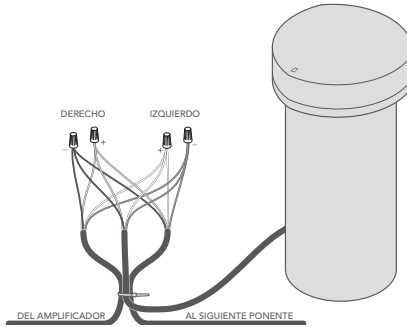

Figura 9
1. Al igual que con la instalación del altavoz satélite, cree un bucle de aproximadamente 10 pulgadas de longitud, tirando del cable desde el lado de la bobina. Deje entre 14 y 16 pulgadas de cable sobrante para que el cable no se retuerza ni se tense al cubrirlo con tierra en la zanja. Utilice una brida de alambre para sujetar el lazo del cable en su lugar y proporcionar alivio de tensión (ver figura 9).